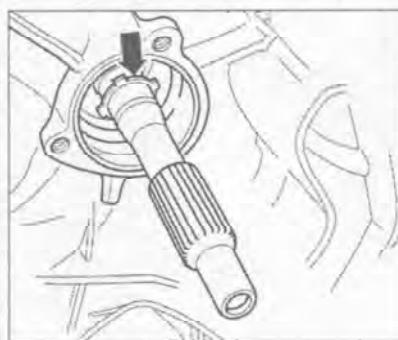

Рис. 7.55. Снимите стопорное кольцо (стрелка).
8. Снимите стопорное кольцо (стрелка) (рис. 7.55).
26. Установите заднее стопорное кольцо (стрелка) шарикоподшипника входного/первичного вала (рис. 7.55).